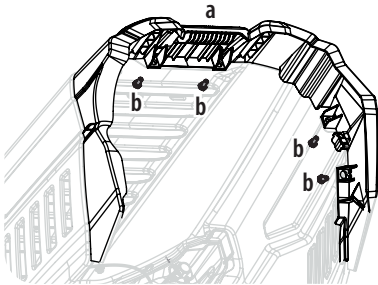
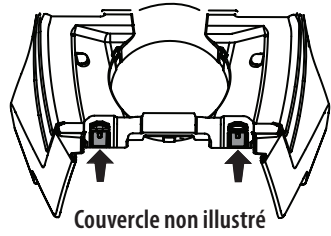

Figure 6
Figure 8
Placez la bordure (a) en alignant les pattes d'alignement avec les trous et fixez-la avec les six boulons (b) fournis. Voir Figure 8. Serrez à un couple de 11,5 à 14 N m (102 po-lb à -124 po-lb). Voir Figure 6.
3. Pour retenir le couvercle, poussez vers le haut les deux languettes de blocage à l'arrière du capot. Voir Figure 8.